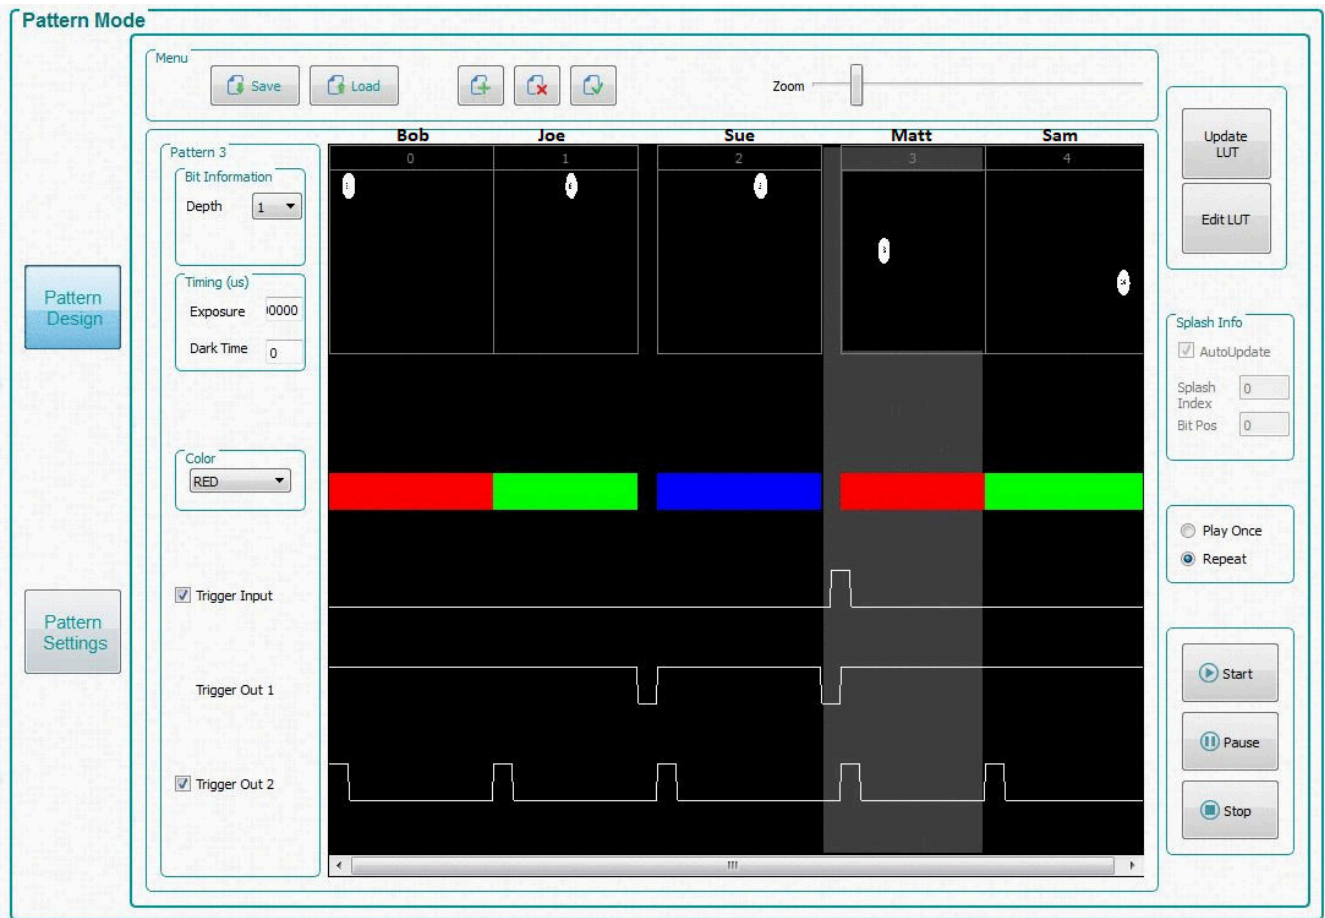
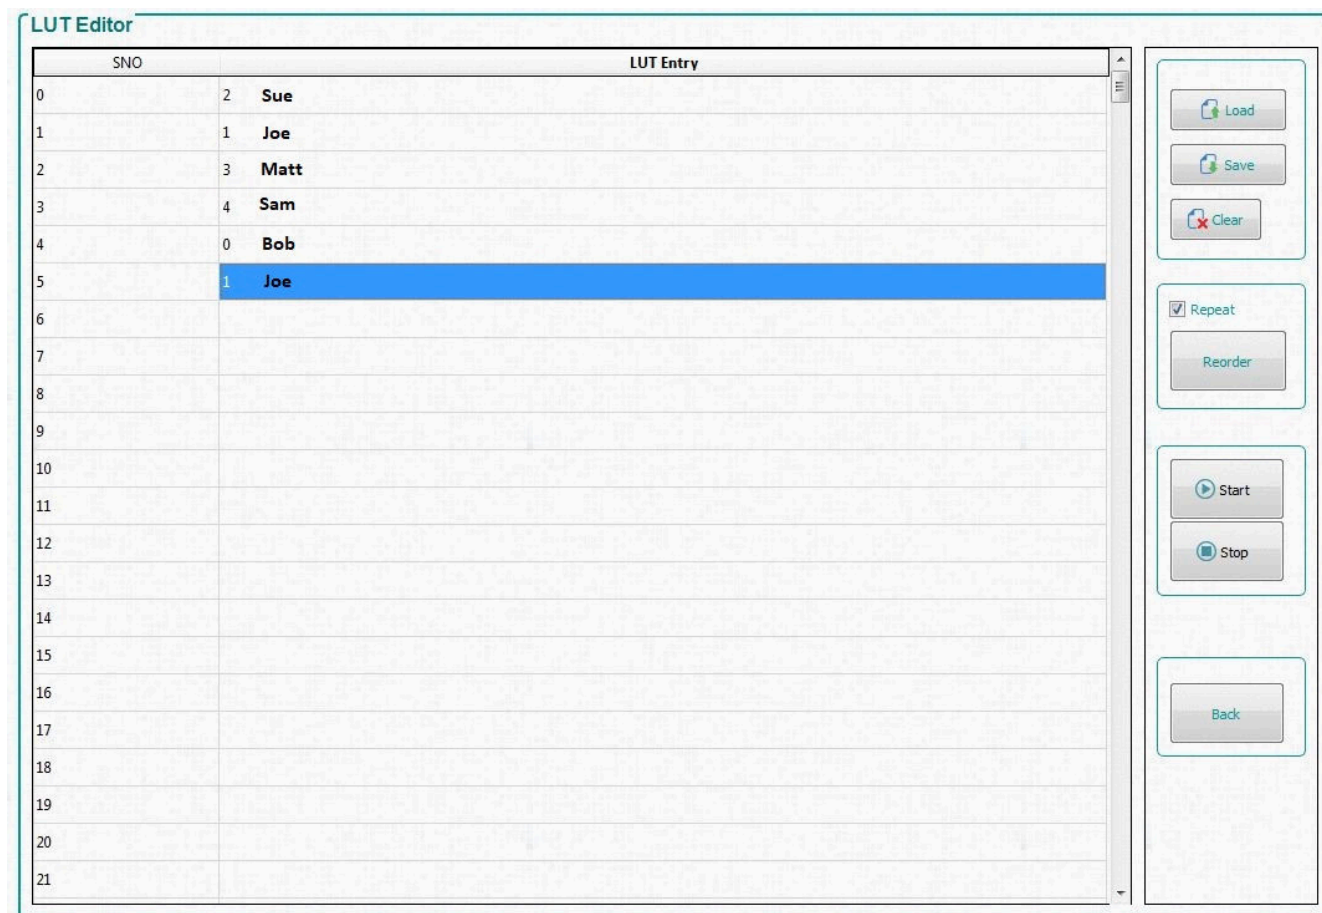
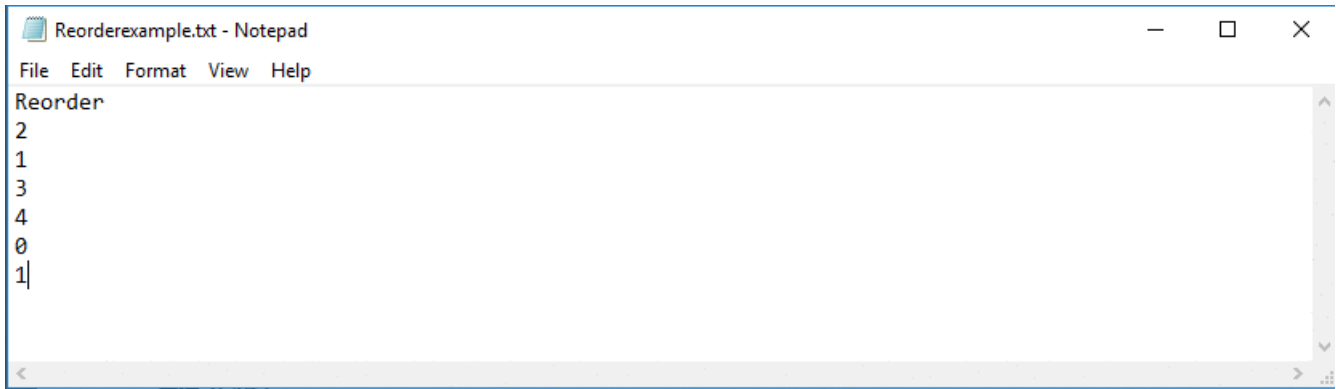

图 7-11. 图案设计示例
图 7-12. LUT 编辑器面板
图 7-13. 重新排序示例
LUT Editor 面板如图 7-12 所示，其中“SNO”（即序列号）列代表图形显示时隙编号，这些编号取决于在 **Pattern Design** 选项卡中设置的顺序（点击 **Update LUT** 之后），如图 7-11 所示。然后，用户可以通过手动将所选择的图案编号输入到“LUT entry”列中的一行内或加载以“Reorder”为开头且后跟所需图案时隙数值的文本文件，从而对这些图案重新排序，如图 7-13 所示。
1. 按照类似于节 7.6.2 的步骤，在 *Pattern On-The-Fly-Mode* 下加载五个图形，如图 7-11 所示。
7. 点击 *Edit LUT* 按钮以打开 *LUT Editor* 面板，如图 7-12 所示。此面板最初打开时，“LUT Entry”列为空。
8. 要对这些图案重新排序，请在“LUT Entry”第 1 行输入“2”，然后依次输入“1”“3”“4”“0”和“1”，如图 7-12 所示。
13. 浏览到保存文本文件的位置，然后在文本编辑器程序中打开文件，如图 7-13 所示。
使用 GUI 界面时，每个图形都附带几项信息，对应于在原始 LUT 顺序中插入的时隙。因此，将图案重新排序到 LUT 中的不同时隙时，它会保留其原来分配的位信息、时间（曝光和暗时间）、LED 颜色和触发信息，而不是位于 LUT 中重新分配的时隙中的信息。例如，如果图形 3 包含一个用于开始用户执行的触发器输入（如图 7-11 所示），并被重新排序到间隙 2（如图 7-12 所示），则触发器输入现在位于 LUT 中的间隙 3 而不是间隙 0。
以下说法可能有助于理解 *Edit LUT* 功能：如图 7-11 中图形上方所示给图形命名，然后，按棒球比赛中的击球顺序处理，这样更容易反映“SNO”列（新的击球顺序）中的时隙序号与插入“LUT Entry”列（击球者）中的图形之间的区别。例如，Bob 会保留与他的击球位置无关的击球统计数据（也就是位信息、时间、颜色、触发器），如果他原来是第一棒（图 7-11 中的间隙 0），但在新的击球顺序中被移到第五棒（在图 7-12 中为重新排序后的 LUT 条目 4），他会保留他所有的属性。唯一的区别是，在他前面的四个击球者（图案）（Sue、Joe、Matt 和 Sam）击球之前，他不会击球（即不会显示）。另请注意，在我们的示例中，Joe 按新的击球顺序击球了两次（SNO 2 和 5）。只有一个 Joe，在新的击球顺序中击球了两次。同样，原图案列表中的图案可以在重新排序后的显示器 LUT 中多次显示，而无需在 DLPC900 存储器中添加或删除任何图案。因此，系统内存只有在使用 *Update LUT* 功能时会发生变化，而在使用 *Edit LUT*（重新排序）功能时不会发生变化，如图 7-11 所示。